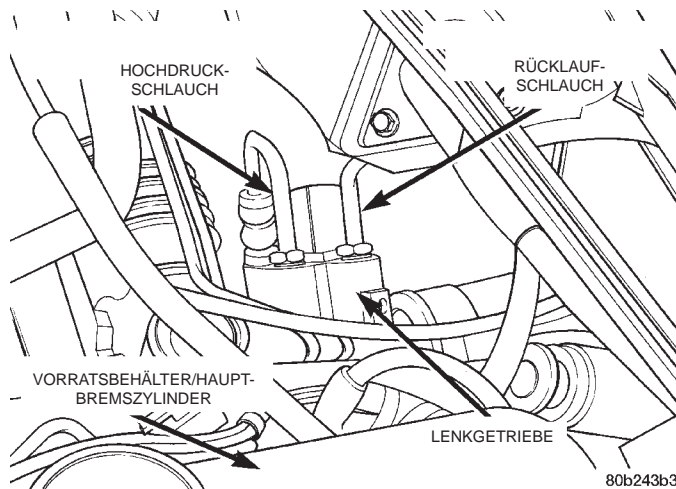

Abb. 11 Anschlüsse/Ölschläuche an Lenkgetriebe
(13) Mit einem Saugheber oder einer Absaugvorrichtung möglichst viel Servoöl aus dem Servoölbehälter absaugen.
(14) Hochdruckschlauch und Rücklaufschlauch der Servolenkung (Abb. 11) vom Lenkgetriebe abbauen.